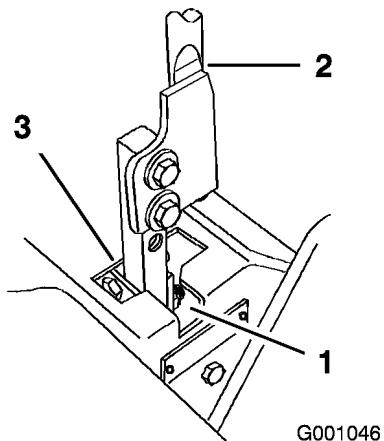

Bild 63
- Schieben Sie den Hebel in die neutrale, jedoch **nicht gesperrte** Stellung (Bild 63).
- Ziehen Sie den Hebel zurück, bis der Lastösenbolzen (am Arm unter dem Gelenkschaft) das Schlitzende berührt (und soeben Druck auf die Feder ausübt) (Bild 63).
- Prüfen Sie, dass der Fahrantriebshebel relativ zur Kerbe im Armaturenbrett ist (Bild 63). Er sollte zentriert sein, so dass der Hebel nach außen in die gesperrte Neutralstellung gedreht werden kann.